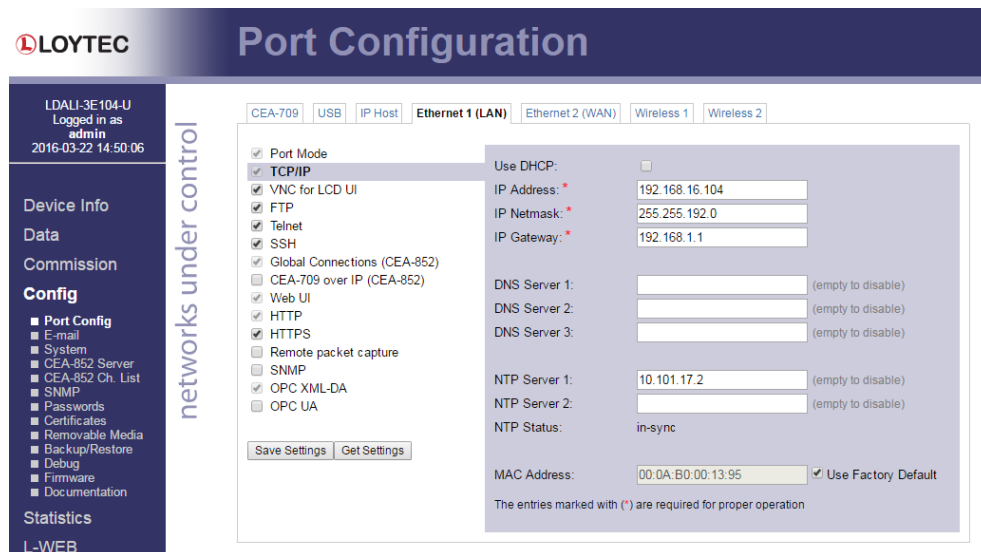

Abbildung 67: Geben Sie die IP-Adresse und das Gateway ein.
- Das Config-Menü öffnet sich. Klicken Sie auf **Port Config** im Config-Menü und wechseln Sie auf den Reiter **Ethernet 1 (LAN)**. Die TCP/IP-Eigenschaften sind markiert, wie in Abbildung 67 gezeigt. Geben Sie die IP-Adresse, die IP-Netzmaske und das IP-Gateway für den L-DALI ein.